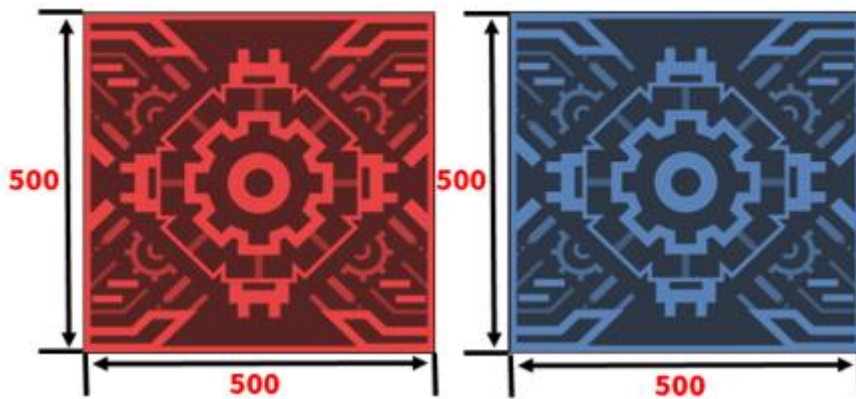

图 3.4 启动区示意图
(1)启动区:启动区是自动阶段和全力一搏阶段开始前机器人放置的区域，位于场地的四个角落，尺寸为 500mm * 500mm，如图 3.4 所示。